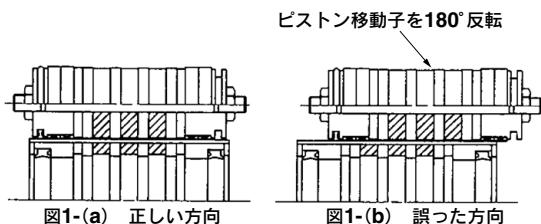

図1 移動子の方向性
- ① シリンダチューブより外部移動子、またはピストン移動子を取外するときは強制的に外部移動子とピストン移動子の位置関係をずらし保持力をなくした状態で取出してください。そのまま取出しますと直接マグネットが吸引しあいはずれなくなる恐れがあります。
- ② 上記の作業後、各移動子をはなれた状態でプレートA側の六角穴付ボルトおよび六角穴付止めねじ(-Zの場合)をはずすことによりシリンダチューブ、およびガイドシャフトA、BよりプレートAを外してください。(交換作業(パッキンなど)では、その他の部分は分解しないでください。エア漏れなどの原因となります。)
- ③ マグネット構成部(ピストン移動子、外部移動子)は絶対分解しないでください。保持力の低下、不具合発生の原因となります。
- ④ ピストン移動子と外部移動子は方向性(保持力タイプ、 $\phi 6$ 、 $\phi 10$)があります。図1を参照してください。外部移動子(スライドブロック)とピストン移動子を吸引させて図の位置関係になるようにシリンダチューブに挿入します。(b)のようになったときは、ピストンのみ 180° 反転して挿入します。(間違った方向で組立てると、所定の磁石保持力値が得られず、低い供給圧力でも移動子の磁力位相ずれ(ピストン離脱)が発生しますのでご注意ください。)
- ⑤ マグネット構成部を取扱うときは、腕時計を外して作業してください。強い磁気にて故障する恐れがあります。
- ⑥ マグネットは床に落したり、金属にぶつけるとこわれる恐れがありますので、マグネット構成部の取扱いには十分ご注意ください。
- ⑦ マグネットの磁力は極めて強力です。メンテナンス等で、外部移動子とピストン移動子をシリンダチューブからはずす場合は、手などをはさまないようにご注意ください。